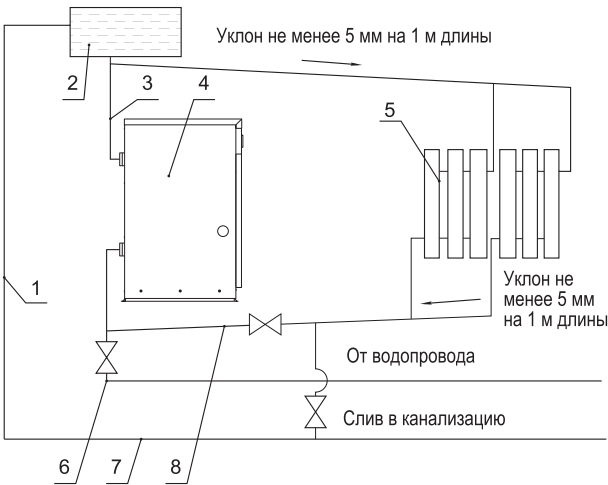

Рис. 5. Рекомендуемая гидравлическая схема открытой системы отопления без циркуляционного насоса
- высота трубы над крышей должна быть не менее размеров, указанных на рис.5. 6. Обратите внимание на положение оголовка трубы с несколькими каналами относительно конька крыши;